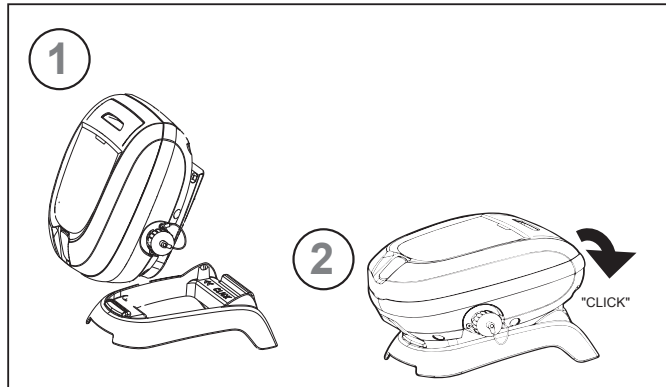

Figure 1. Brancher le socle de l'unité de contrôle
- **ÉTATS-UNIS** : Conformément aux exigences de la NEC®, maintenir l'unité de contrôle à au moins cinq (5) pi (1,5 m) du bord de la piscine. **CANADA** : Conformément aux exigences du CCE, maintenir l'unité de contrôle à au moins trois (3) m (10 pi) du bord de la piscine.
1. Asseoir fermement l'unité de contrôle dans le socle de l'unité de contrôle (Figure 1).